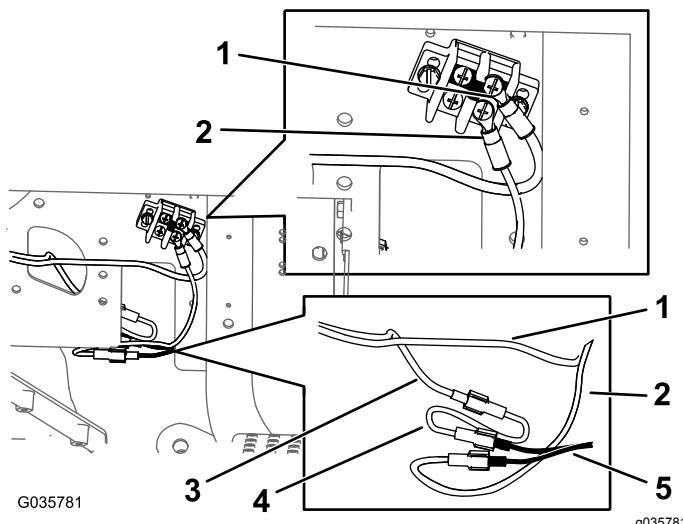

Figura 15
di terra sulla morsettiera di messa a terra (Figura 15).
- D. Collegate il cablaggio dell'adattatore di alimentazione al cablaggio preassemblato (Figura 15).